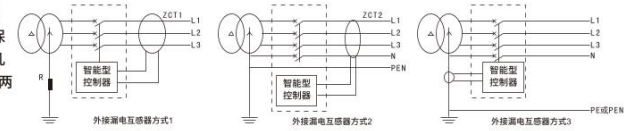

图3 漏电保护
(2)外接漏电互感器(漏电保护), 控制器直接取外加的一个电流互感器的输出电流信号进行保护, 该方案灵敏度较高, 特别适用于几安培到几十安培较小接地电流的保护。接地信号取样有两种方式, 图3方式1、2为矩形互感器取样, 方式3为环形互感器取样。